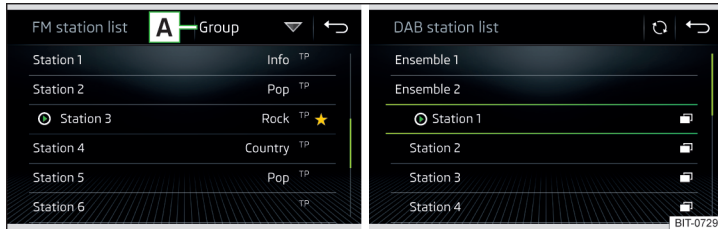

Abb. 175 Beispiel der Liste verfügbarer FM/DAB-Sender
- Zur **Sortierung** (FM) der Sender in alphabetischer Reihenfolge, laut Gruppe oder Genre, die Funktionsfläche » Abb. 175 antippen » .
- Zur **Filterung** der Sender nach dem Programmtyp (bspw. Kultur, Musik, Sport u. Ä.) in der FM-Senderliste (bei eingeschalteter RDS-Funktion) und der DAB-Senderliste (bei gewählter alphabetischer Sortierung der Senderliste) die Funktionsfläche » Abb. 175 antippen.
- Zur **manuellen** Aktualisierung die Funktionsfläche » Abb. 175 antippen.